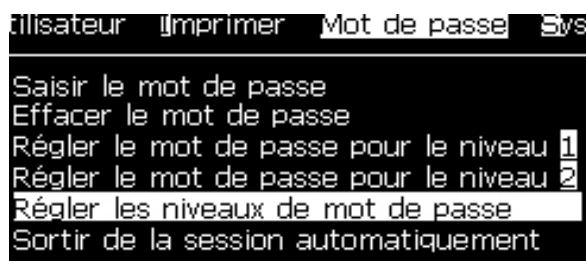
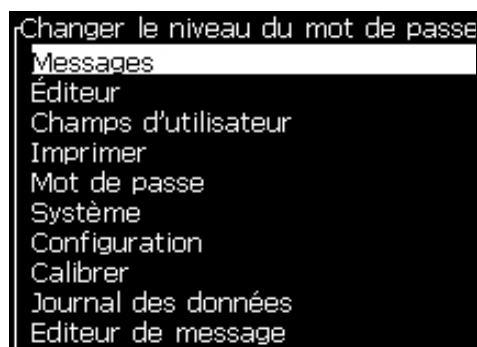
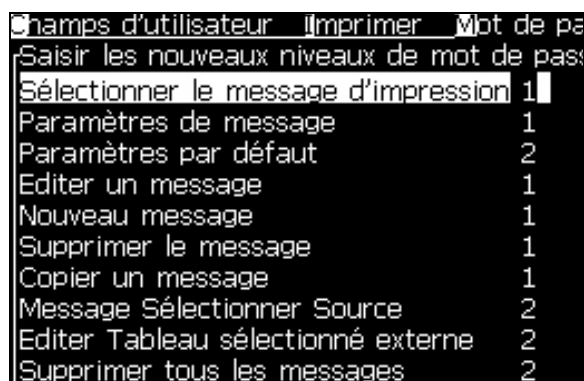

Figure 4-8 : Définir les niveaux de protection
Figure 4-9 : Changer le niveau de protection
Figure 4-10 : Saisir le nouveau niveau de protection
- 1 Appuyez sur *Alt + w* et sélectionnez *Définir les niveaux de protection* (voir Figure 4-8) pour ouvrir l'écran *Modifier niveaux de protection* (voir Figure 4-9).
- 2 Sélectionnez le menu (voir Figure 4-9) qui nécessite un changement de niveau de protection et appuyez sur la touche *Entrée*. L'écran *Saisir Nouveau Mot de Passe* apparaît (voir Figure 4-10 page 4-6).